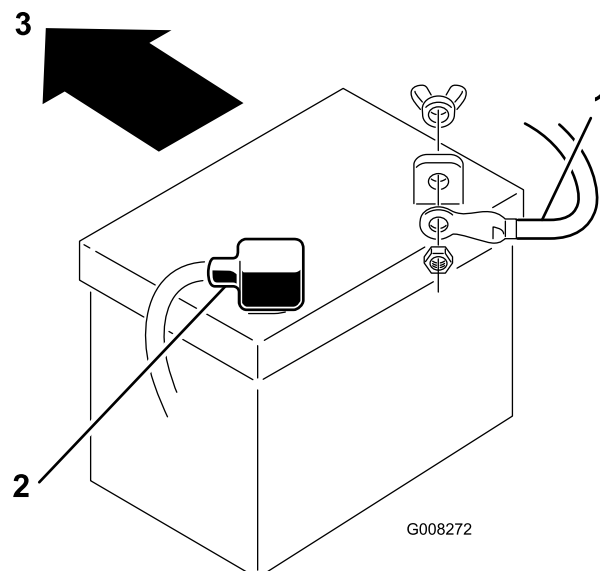

Figura 33
7. Desconecte el cable negativo de tierra (negro) del borne de la batería (Figura 33).
9. Desconecte el cable positivo (rojo) del borne de la batería (Figura 33).
1. Coloque la batería en el chasis con los bornes hacia la parte trasera de la máquina (Figura 33).
3. Usando el perno, las arandelas y la tuerca, conecte el cable positivo (rojo) al borne positivo (+) de la batería (Figura 33). Deslice la cubierta de goma sobre el borne de la batería.
4. Usando el perno y la tuerca de mariposa, conecte el cable negativo (negro) al borne negativo (-) de la batería (Figura 33). Deslice la cubierta de goma sobre el borne de la batería.